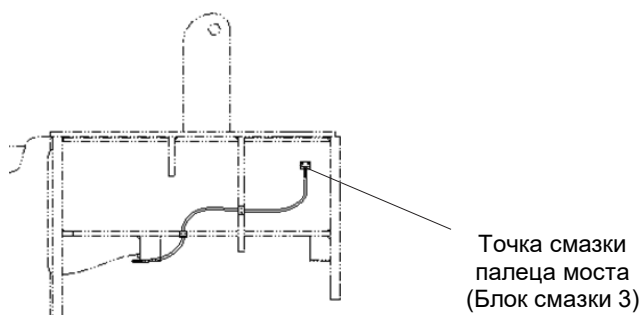

Рис. 2-10 Централизованная смазка пальца моста
1. Метод проверки уровня масла: откройте дверцу капота двигателя в задней части кабины и вытащите масляный щуп, как показано на Рисунок 2-10. Проверьте, находится ли уровень моторного масла в зоне b. Подробнее см. «Руководство по эксплуатации и техническому обслуживанию двигателя»